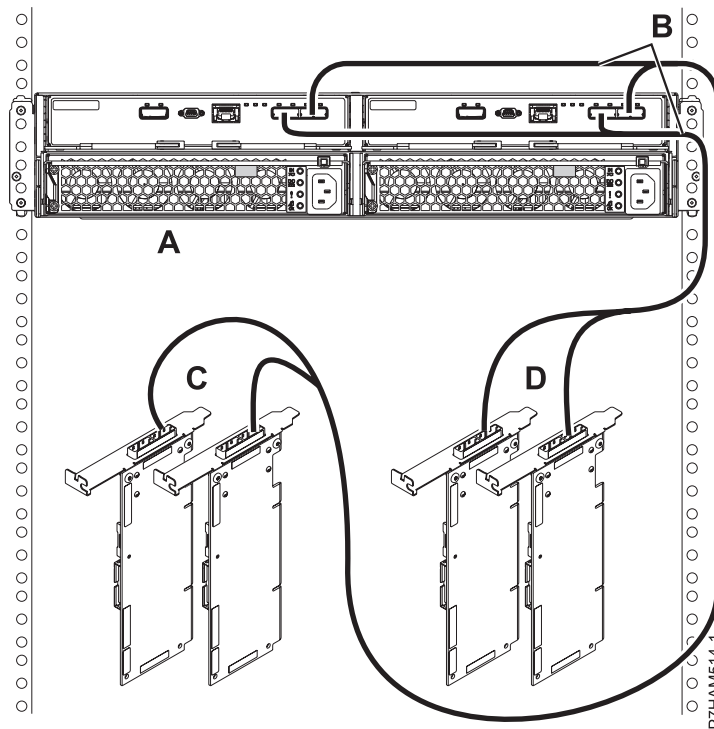

Figura 42. Connexió en mode 2 d'un allotjament d'unitats de disc 5887 utilitzant cables X a dos parells d'adaptadors SAS
16. Realitzeu la connexió en mode 2 d'un allotjament d'unitats de disc 5887 (A) utilitzant cables X (B) a dos parells d'adaptadors SAS, tal com es mostra a la Figura 42 a la pàgina 86.